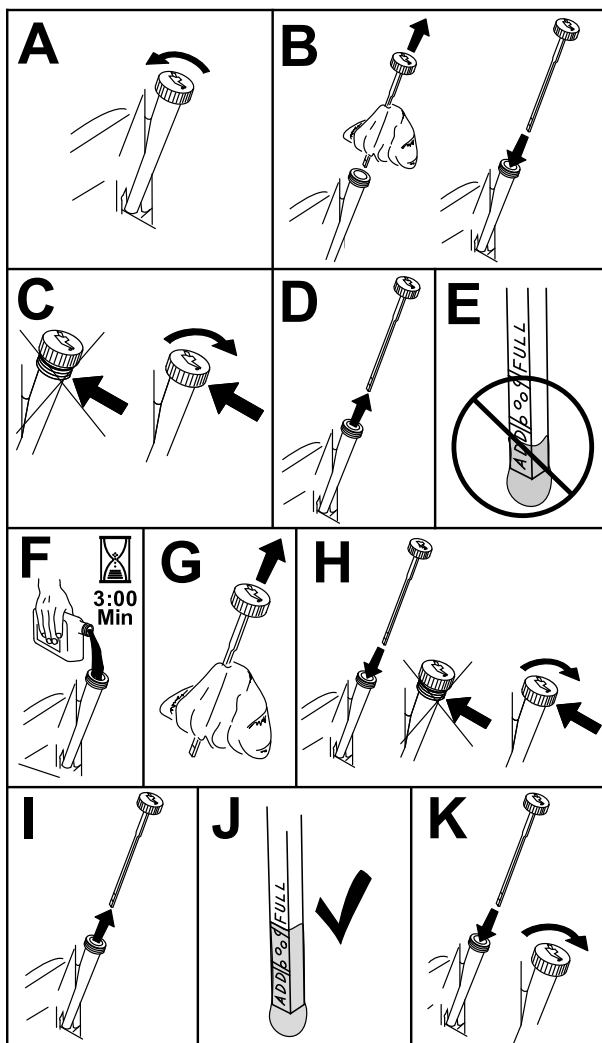

Figura 42
3. Para manter a sujidade, as aparas de relva, etc., fora do motor, limpe a área em torno da tampa de enchimento e vareta antes de a remover (Figura 42).